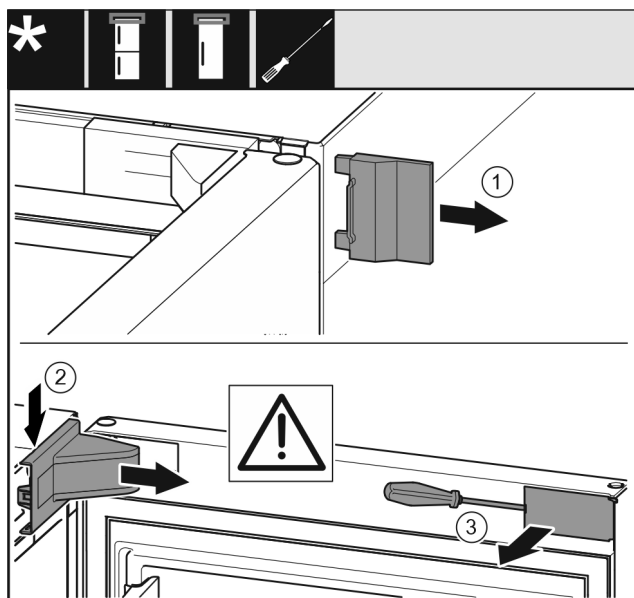

Fig. 8
- Снимите внешнюю крышку. Fig. 8 (1)
- Освободите и отсоедините крышку опорного кронштейна. Снимите крышку опорного кронштейна. Fig. 8 (2)
- При помощи шлицевой отвёртки освободите накладку и отведите в сторону. Fig. 8 (3)